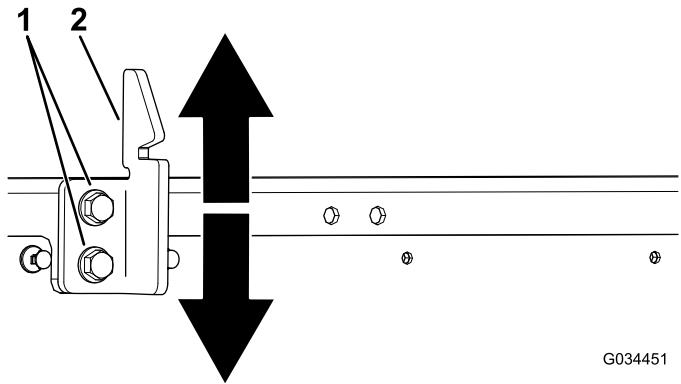

Figura 58
3. Allentate i 2 bulloni sul gancio di chiusura del pianale e spostate il gancio su o giù, a seconda se è troppo alto o troppo basso (Figura 58).
4. Serrate i 2 bulloni sul gancio di chiusura del pianale (Figura 58).